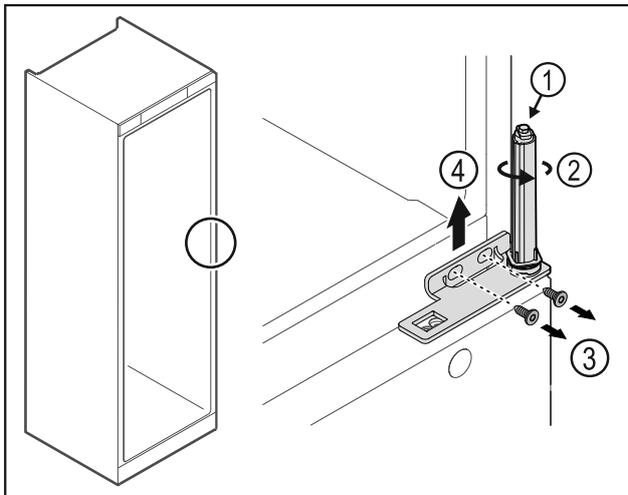

Fig. 27
- ▶ No desensamblar el sistema de cierre de la puerta Fig. 27 (1).
- ▶ Girar el sistema de cierre Fig. 27 (2) hasta que haga clic.
- ▶ Soltar los tornillos Fig. 27 (3), retirar la escuadra de bisagra hacia arriba Fig. 27 (4).